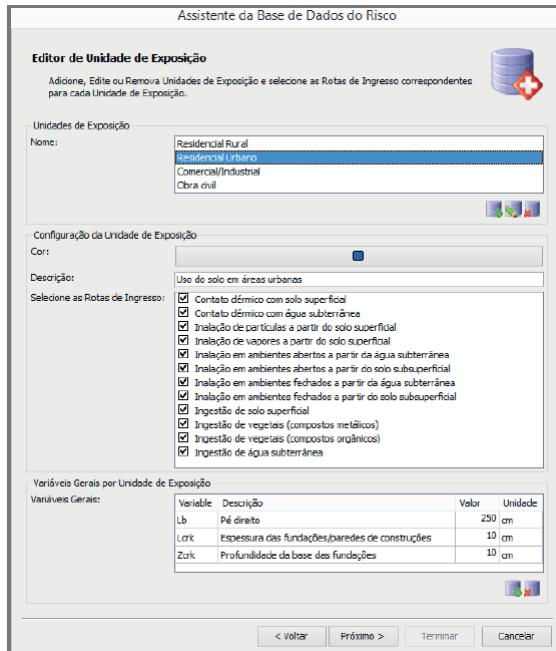

Figura 2.117 Editor da Unidade de Exposição.
- Editor de Unidade de Exposição: são definidos e configurados os tipos de usos do solo. Na parte superior (Unidades de Exposição), pode-se alterar o nome, criar ou excluir um tipo de uso do solo. Na parte intermediária (Configurações do Uso do Solo), definir a cor representativa no domínio de simulação, e as rotas de ingresso relacionadas à unidade de exposição selecionada na parte superior. Na parte inferior (Variáveis Gerais por Unidade de Exposição) são listadas as variáveis gerais, e seus valores, utilizadas em cada rota de ingresso (Figura 2.117).